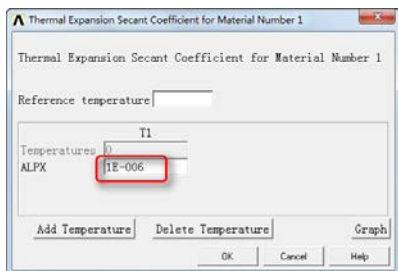
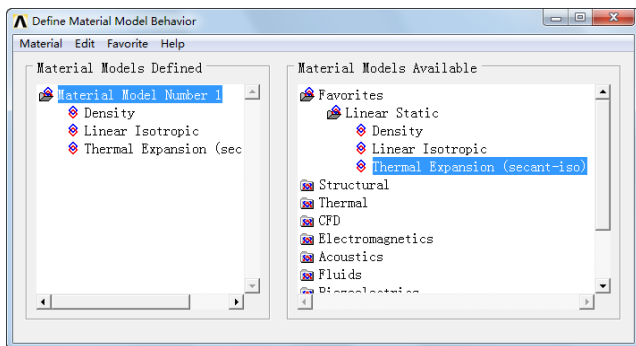

图 13-15 “Thermal Expansion Secant Coefficient for Material Number 1”对话框
图 13-16 “Define Material Model Behavior”对话框
⑦在“Material Models Available”栏目中连续单击 Favorites > Linear Static > Thermal Expansion (Secant-iso)，弹出“Thermal Expansion Secant Coefficient for Material Number 1”对话框，如图 13-15 所示，在“ALPX”后键入“1E-006”，单击“OK”按钮。完成后的对话框如图 13-16 所示。选择菜单路径 Material > Exit，退出材料定义窗口。